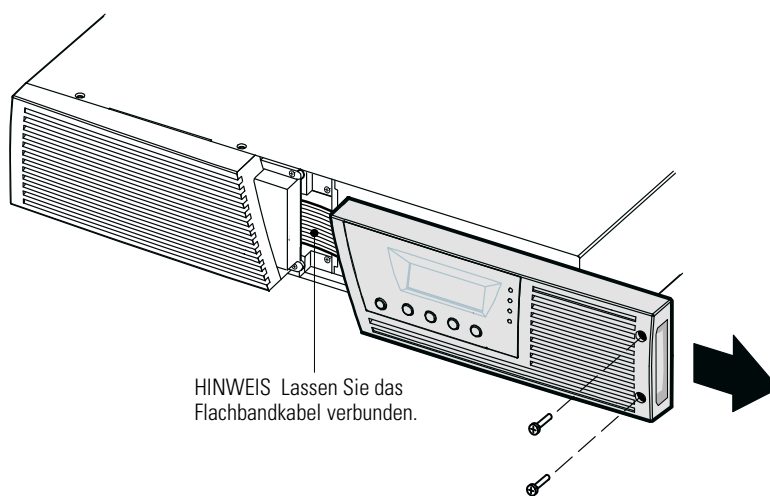

Abbildung 23. Entfernen der rechten Frontblende der USV
1. Rechte Frontblende der USV entfernen (siehe Abbildung 23).